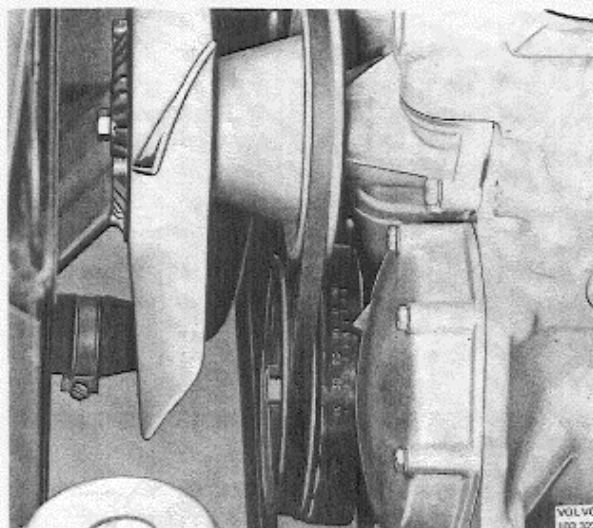

Abb. 3–47 Graduierung auf dem Schwingsendämpfer zur Einstellung des Zündzeitpunktes
Falls die Fliehkraftverstellkurve zu hoch oder zu niedrig liegt, kann durch Änderung der Feder Vorspannung im Fliehkraftversteller Abhilfe geschaffen werden. Der Zündverteiler muß dabei zerlegt und die Verteilerwelle herausgehoben werden. (Der Unterbrechnocken braucht nicht von der Verteilerwelle abgebaut zu werden.) Danach die Befestigungsschrauben für den Mitnehmer lösen (Abb. 3–45). Durch Verdrehen des Mitnehmers im Drehsinn bzw. entgegen dem Drehsinn wird die Fliehkraftverstellkurve erhöht bzw. gesenkt.
4. Unterdruckschlauch auf den Metallstutzen am Unterdruckversteller (Sekundärmembrane) umstecken und nachprüfen, daß die Zündverstellung nach SPÄT zufriedenstellend funktioniert. Falls die maximale Zündverstellung nach SPÄT zu groß oder zu klein ist, kann eine Anpassung vorgenommen werden, indem man die Kontermutter löst und den Excenter (Abb. 3–46) in der Unterdruckdose verdreht.
1. Schwingsendämpfer reinigen, damit die Graduierung deutlich sichtbar wird (Abb. 3–47).
4. Motor anlassen und mit der in den technischen Daten angegebenen Drehzahl arbeiten lassen. (Drehzahlmesser verwenden.) Zündlichtpistole auf die Graduierung am Schwingsendämpfer richten. Klemmschraube am Halsring des Zündverteilers (3, Abb. 3–26) lösen und diesen verdrehen, bis der Zündzeitpunkt den technischen Daten entspricht. Zündverteiler in dieser Stellung befestigen und nachprüfen, daß sich der Zündzeitpunkt und die Drehzahl unterdessen nicht geändert haben.